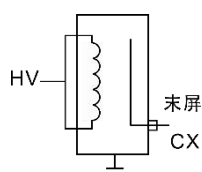

图 6-6 CT 接法
(2)：正接法、电压为 10KV、一次侧对末屏 (常用)、接线参考图 6-6